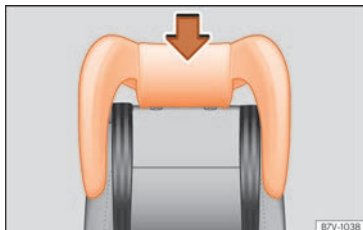

**Fig. 33** Asiento integrado para niños: montar el apoyacabezas del mismo.
- Introduzca el apoyacabezas del asiento para niños en las guías del respaldo correspondiente hasta que encastre correctamente » » » **fig. 33**.